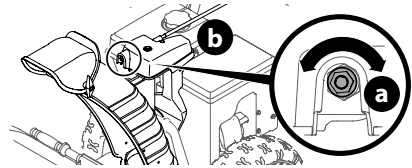

Figura 44
1. A fin de aumentar la precarga, ajuste la tuerca hexagonal (a) en el sentido de las agujas del reloj con intervalos de $\frac{1}{4}$ de giro. Se deberá mantener fija la varilla de control del canal (b) mientras se ajusta la tuerca (Figura 44).